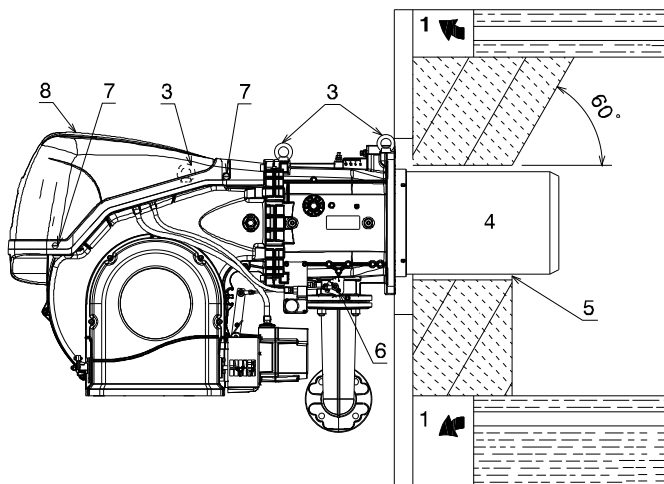

Fig. 13
Pour les chaudières avec circulation des fumées sur l'avant 1)(Fig. 13), ou avec chambre à inversion de flamme, réaliser une protection en matériau réfractaire 5), entre le réfractaire de la chaudière 2) et le cône flamme 4).
Pour les chaudières avec la partie avant refroidie avec de l'eau, le revêtement réfractaire 2)-5) (Fig. 13) n'est pas nécessaire, sauf demande expresse du fabricant de la chaudière.
Prévoir un système de levage adéquat capable de s'engager dans les anneaux 3)(Fig. 13).
- Introduire la protection thermique fournie de série sur la buse 4)(Fig. 13).